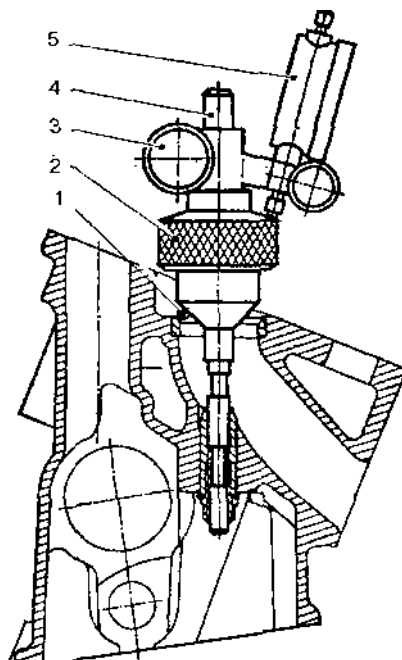

Рис. 2.17.1. Приспособление для проверки concentricity фаски седла клапана и оси направляющей втулки:
4. Проверить concentricность шлифованной фаски и оси отверстия направляющей втулки приспособлением. Величина допустимых биений для фасок седел впускных и выпускных клапанов не должна превышать 0,05 мм (рис. 2.17.1).